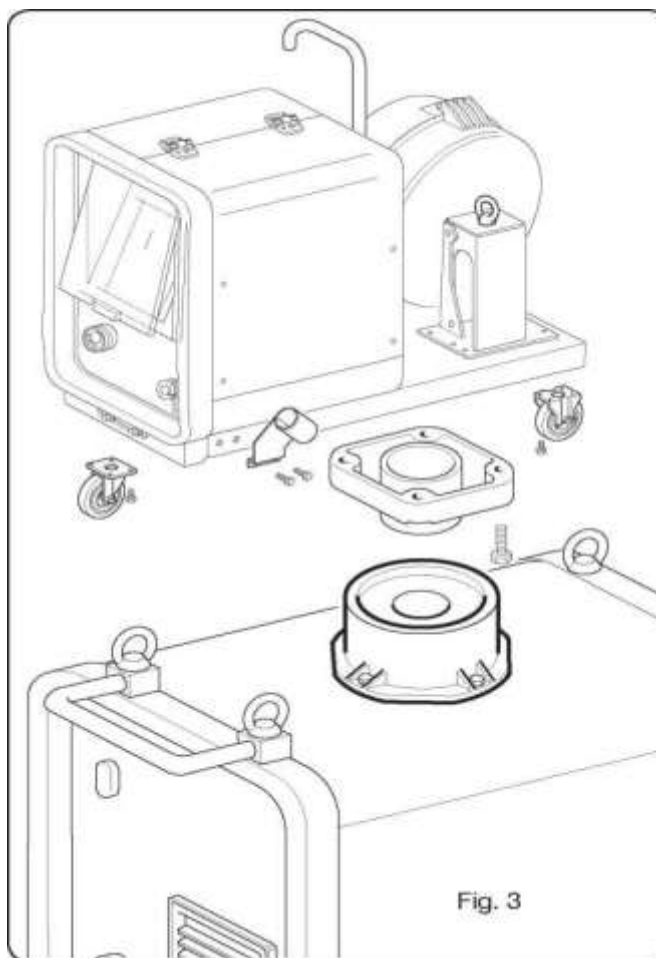

Fig.3	Рис. 3
- Для аппаратов с тележкой, система вращения должна быть установлена как на роликах механизма подачи проволоки, так и на источнике электропитания; маленькие колесики, предусмотренные вместе с винтами, должны быть установлены на нижней части ролика механизма подачи проволоки, а также на опоре сварочной горелки, затем расположите ролик в нужном положении. (см. рисунок 3).